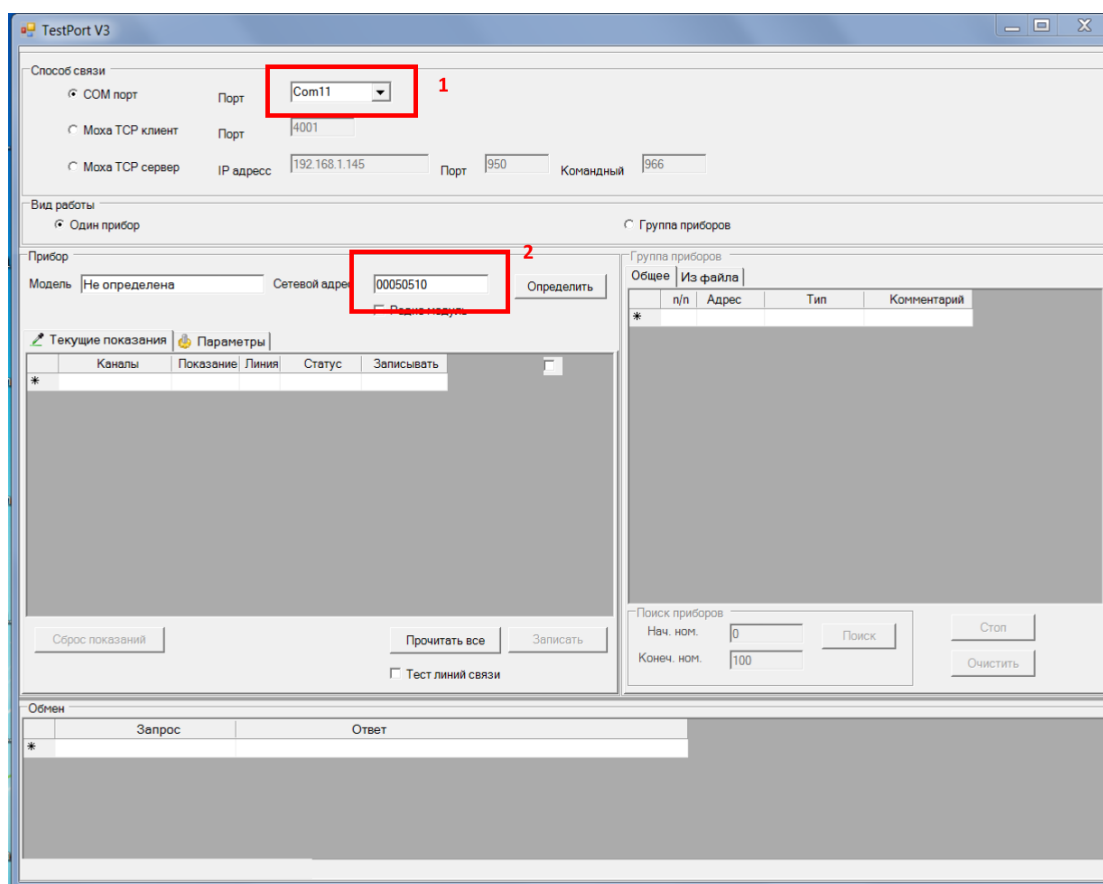

Рис.1 Интерфейс программы TestPort.
3. Задайте номер COM-порта (рис.1 пункт 1).
4. Введите в поле 2 сетевой адрес приемного модуля (рис.1 пункт 2).